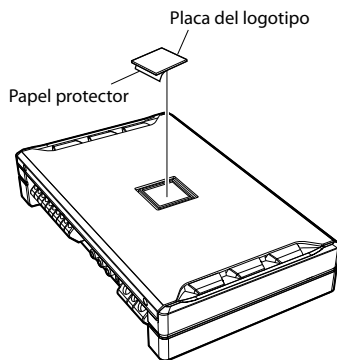

Fig. 4
2. Quite el papel protector de la placa del logotipo y colóquela en esta unidad en la dirección que desee. (Fig. 4)